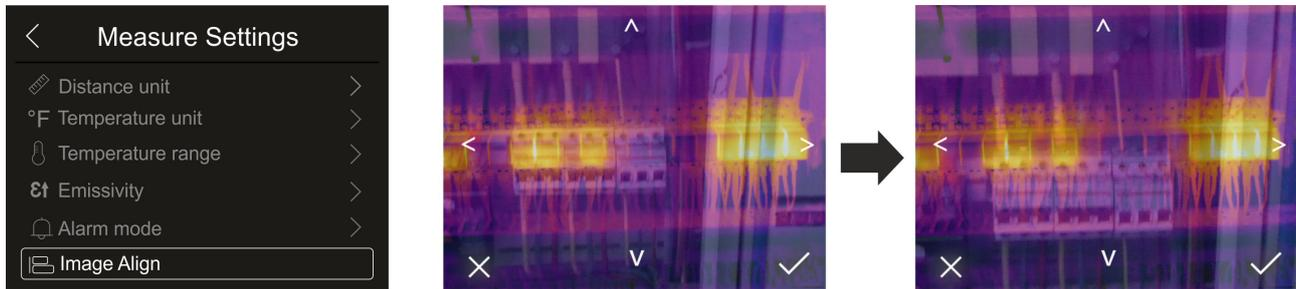

Fig. 29: Alinhamento da imagem no dispositivo
1. Clique no item “Image Align”. Fig. 29 - parte central é mostrada no dispositivo onde há uma sobreposição das duas imagens com baixo nível de infravermelho.
2. Clique nas 4 setas no dispositivo para mover a imagem IR sobrepondo-a à visível (ver Fig. 29 - lado direito)